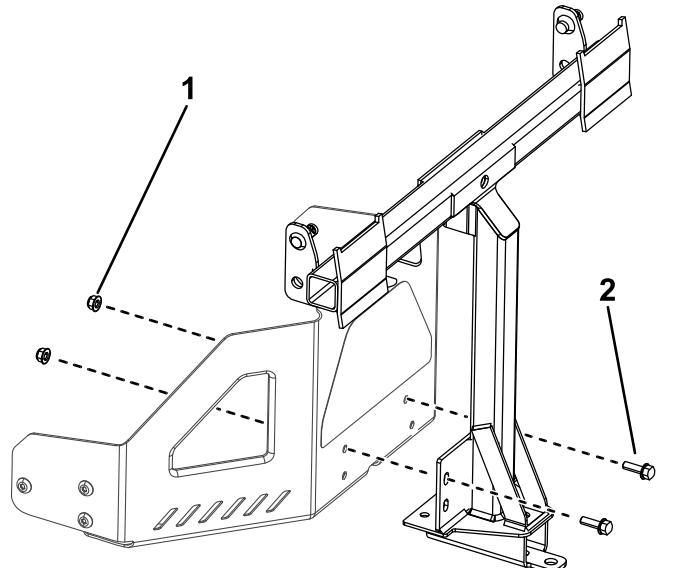

Figura 6
2. Montate il telaio del perno sulla macchina come illustrato nella Figura 6. Fissate il telaio del perno al telaio della macchina utilizzando 2 bulloni (5/16" x 1") e 2 dadi di bloccaggio (5/16").